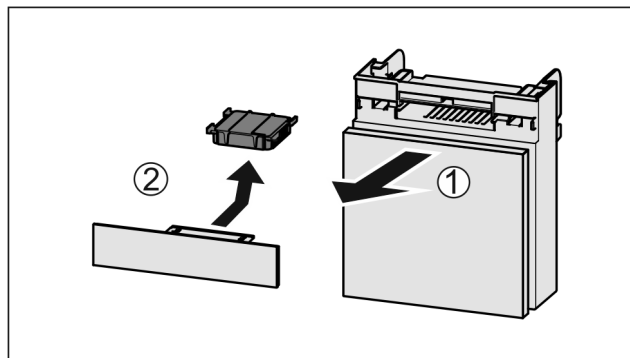

Fig. 160
- Retire el compartimiento hacia delante Fig. 160 (1).
- Retire el filtro de carbón activo Fig. 160 (2).